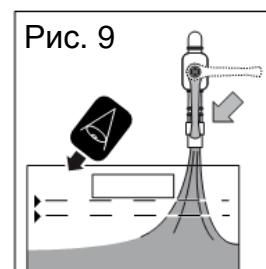

Рис. 9
2. После чего следует медленно открыть сливной кран и заполнить контейнер, внимательно отслеживая процесс (рис. 9).
2. После чего следует медленно открыть сливной кран и заполнить контейнер, внимательно отслеживая процесс (см. рис. 9).